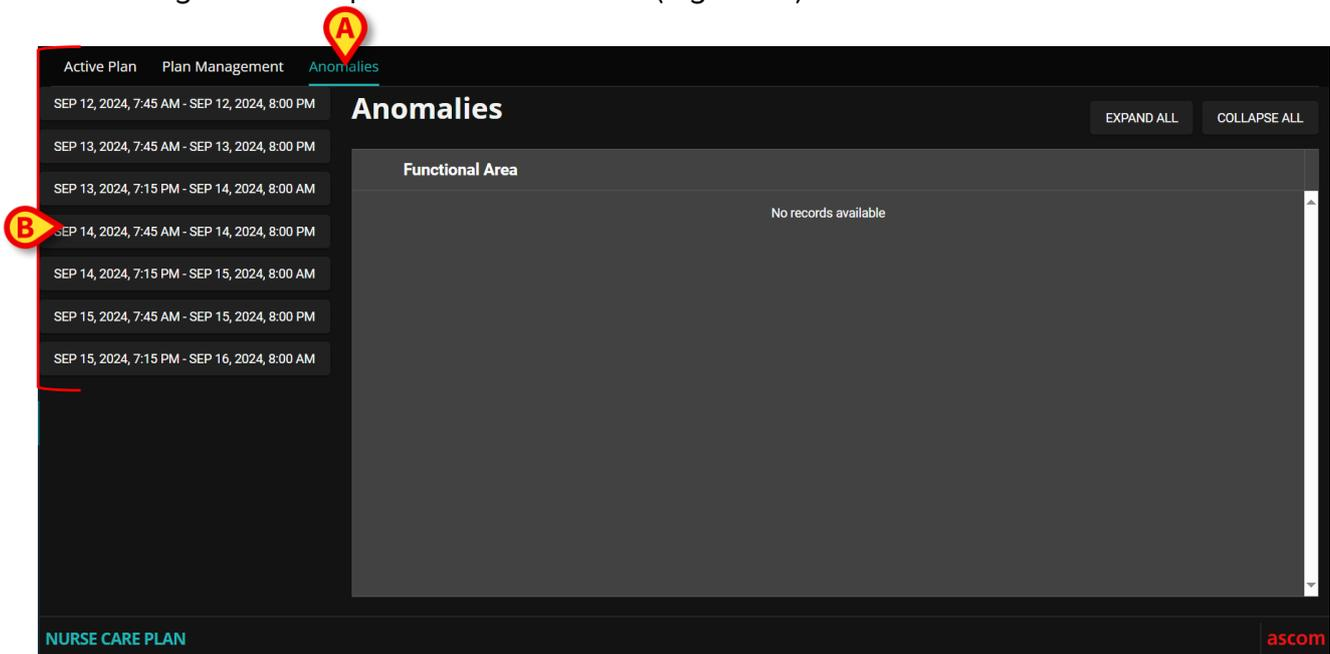

Fig 100
Para acceder a la pantalla "Anomalies" (Fig 100):
- Haga clic en la pestaña ANOMALIES (Fig 100 **A**).
En la izquierda aparecen los turnos en los que se produjo al menos una anomalía (Fig 100 **B**).